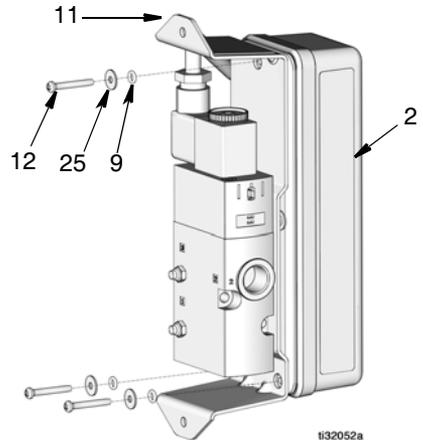

ABB. 26
5. Die Schrauben (12), Unterlegscheiben (25) und O-Ringe (9) zur Befestigung der PLS-Halterung (11) am Gehäuse (2) entfernen (ABB. 26).